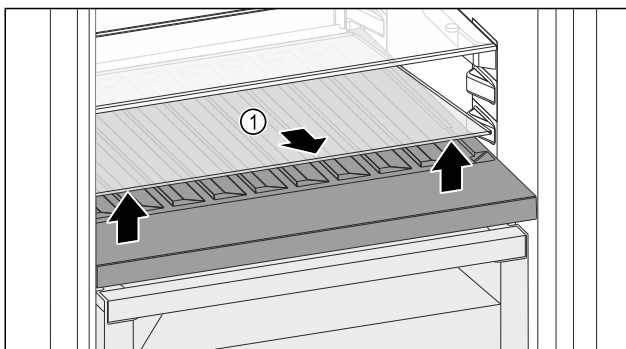

Fig. 212
- Sollevare il ripiano di vetro Fig. 212 (1) dall'incavo anteriore e rimuoverlo.
- Conservare il ripiano di vetro Fig. 212 (1) fuori dall'apparecchio in un luogo sicuro.
- Inserire il ripiano di vetro (2) sotto il vano bottiglie variabile.